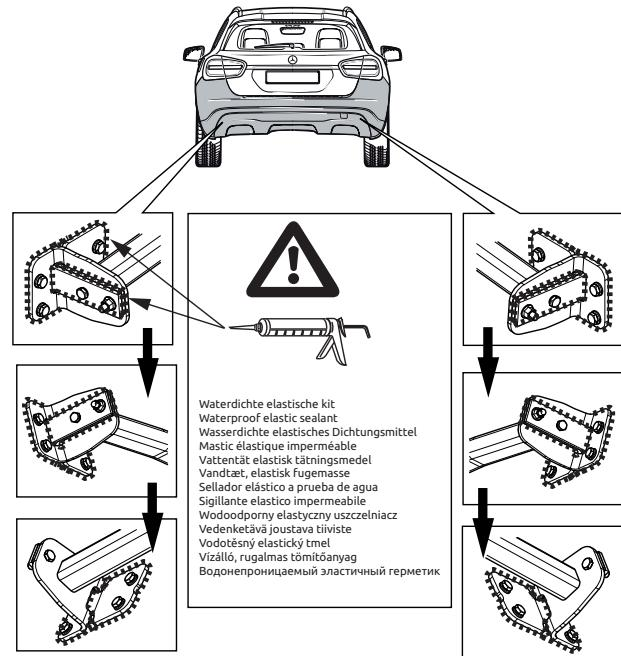

Fig. 6
11. **Герметизировать обозначенные части (см. рис. 6)**